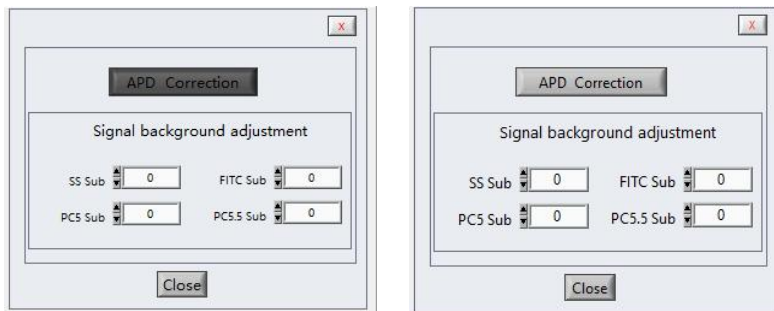

图 2-21 数据校正（左）和数据非校正（右）
- 1) **APD 校正**: 当每个光子被检测时从检测器上输出一个 TTL 脉冲, 检测器在输出一个电脉冲之后的死时间内不能对新的入射光子做出响应, 要得到实际的脉冲计数必须对计数器检测道的脉冲数进行校正。当软件切换到数据分析界面时, APD 校正自动应用于保存的数据。关闭数据校正可点击 APD Correction, 此时图标颜色变浅, 如图 2-21 所示。